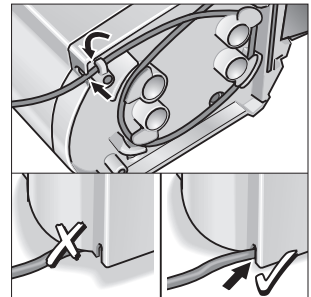

Abb. 3: Station aufstellen
- Restliches Netzkabel in die Kabelhaken einhängen, achten Sie darauf, dass das Netzkabel durch die Gehäuseöffnung geführt ist (Abb. 3).